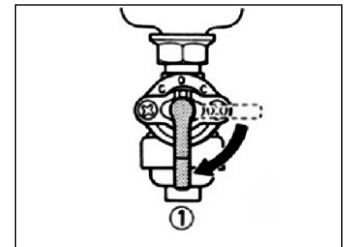

Рисунок 5 – Запуск двигателя
- Откройте топливный кран. (Рис.5)
*Примечание. В капоте двигателя есть технологическое отверстие для доступа к рычагу декомпрессии двигателя. (Рис.5)